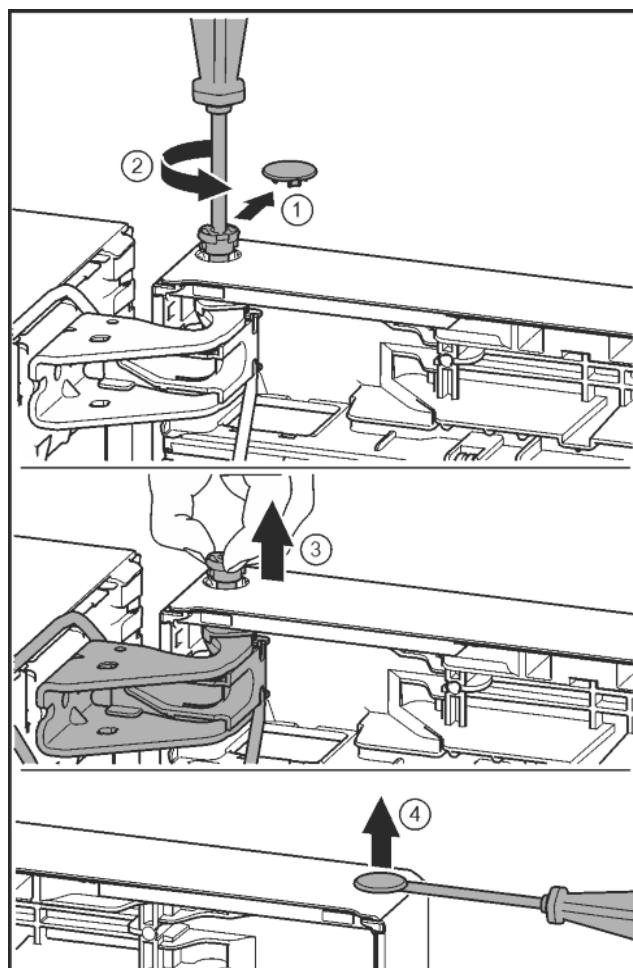

Fig. 21
- Обережно зніміть запобіжну кришку. Fig. 21 (1)
- Трохи викрутіть гвинт за допомогою викрутки T15. Fig. 21 (2)
- Притримуйте дверцята і витягніть палець руками. Fig. 21 (3)
- За допомогою шліщової викрутки обережно підійміть пробку із опорного втулка дверцят та витягніть її. Fig. 21 (4)